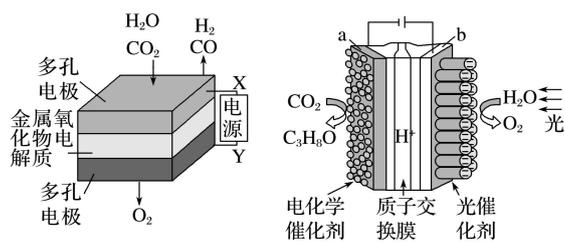

图1
(1)图 1 装置为有阳离子交换膜的锌铜原电池，电池工作一段时间后，甲池的 $c(\text{SO}_4^{2-})$ 减小 × 由于阳离子交换膜只允许阳离子和水分子通过，故甲池的 $c(\text{SO}_4^{2-})$ 不变。
(1)在固态金属氧化物电解池中，高温条件下电解 H_2O-CO_2 混合气体制备 H_2 和 CO 是一种新的能源利用方式，基本原理如图1所示。X是电源的负极，电池总反应是 $H_2O + CO_2 \xrightarrow{\text{电解}} H_2 + CO + O_2$ ✓